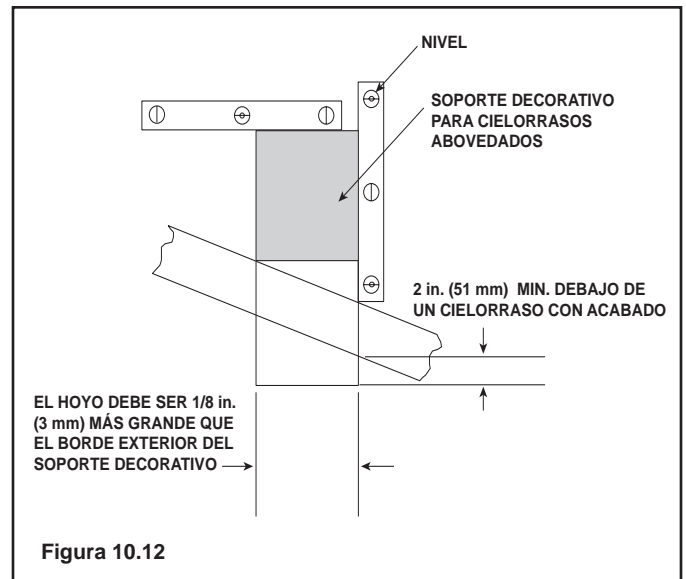

Figura 10.12
- Introduzca el soporte decorativo a través del hoyo en el techo hasta que la parte inferior sobresalga en el cielorraso al menos 2 pulg. (51 mm). Consulte la Figura 10.12.